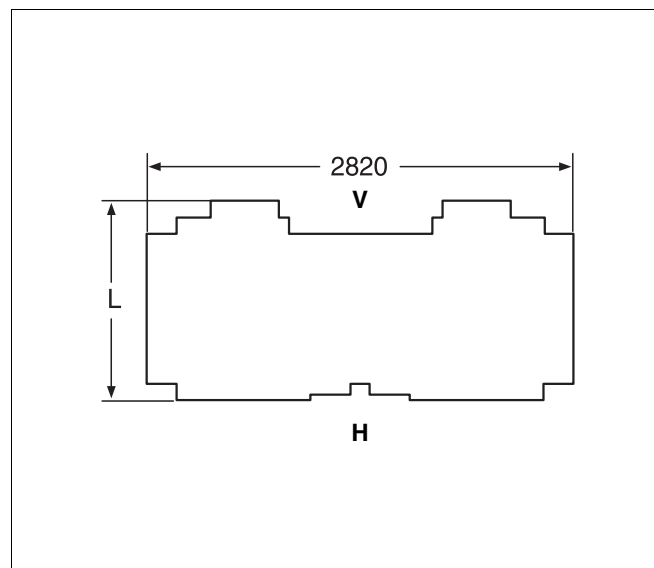

Fig. 32 Isolation thermique
- L'isolation thermique jointe correspond à la taille de la chaudière (tabl. 3). L'isolation thermique doit être disposée sur le bloc chaudière comme représenté dans fig. 32.